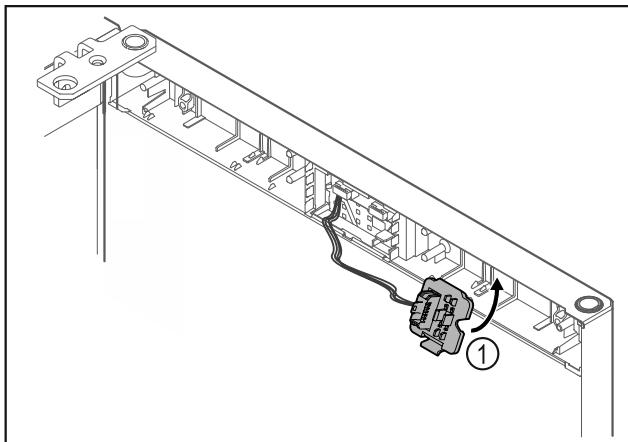

Fig. 23
- Mbërtheni mbajtësen e spinës Fig. 23 (1) në anën tjeter.